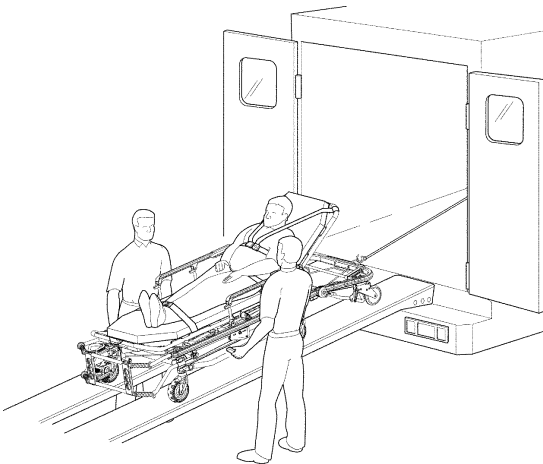

Figure 20 – Chargement et déchargement de la civière avec l'ensemble de remorquage en option
2. S'assurer que la longueur de la rampe de chargement est d'au moins 12 pieds (3,7 m). Vérifier que la rampe supporte le poids de la civière, du patient et des équipements (Figure 20).